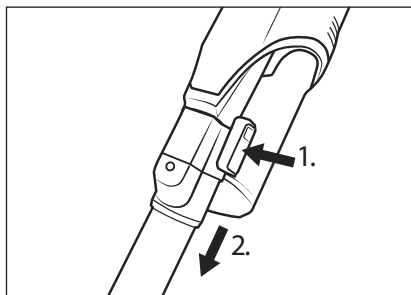

Fig. 11
- ♦ Para desmontar el tubo de aspiración **24** del aparato, mantenga pulsado el botón de desencastre del tubo de aspiración **25** y tire del tubo de aspiración **24** para extraerlo del orificio de aspiración del aparato (consulte la fig. 11).